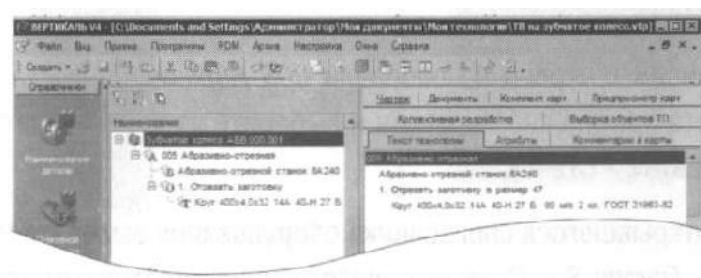

Рисунок 20
9. Дерево ТП и текст технологии теперь выглядят так, как показано на рис. 20.